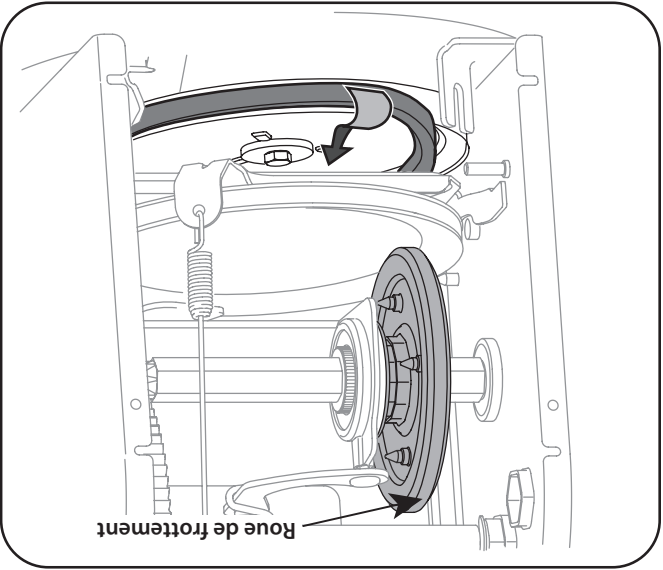

Figure 7-6
7. Dégagez la courroie de la poulie de la tarière et faites glisser la courroie entre le support et la poulie de la tarière. Voir la Figure 7-6.